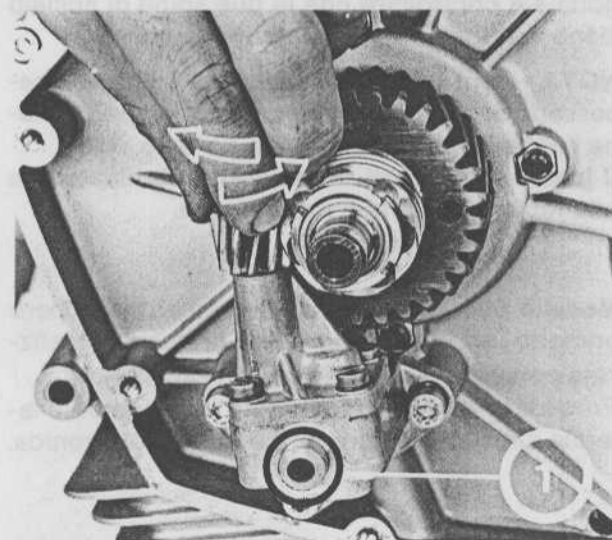

Fig. 101
NOTA - Dopo il montaggio accertarsi che tra i denti dei due ingranaggi di azionamento della pompa vi sia un certo gioco (Fig. 101).
Installare il gommino in gomma speciale (che assicura la tenuta tra pompa e coperchio laterale sinistro) nel proprio alloggiamento nel corpo della pompa (1) (Fig. 101).
NOTE - After replacement make sure that there is a slight backlash between the oil pump drive gears (Fig. 101).
Install the special rubber seal (which is fitted between oil pump and left-hand cover and ensures a leakproof oil supply from the pump to the main gallery) into its seat in the pump body (1) (Fig. 101).